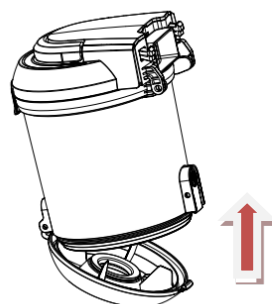

Fig.9
4. Como mostra na Fig.9, feche o reservatório de pó para um uso circular após a limpeza.